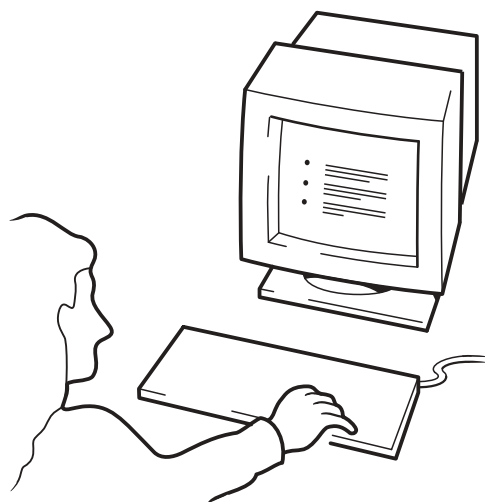

Figura 10c: usar o HP OBDR, etapa 3
- 3 Siga as instruções na tela para configurar o sistema operacional (Figura 10c). Essas instruções variam conforme o software de backup. Normalmente, você poderá aceitar as respostas padrão em todos os avisos, por exemplo, pressionando <Enter>.